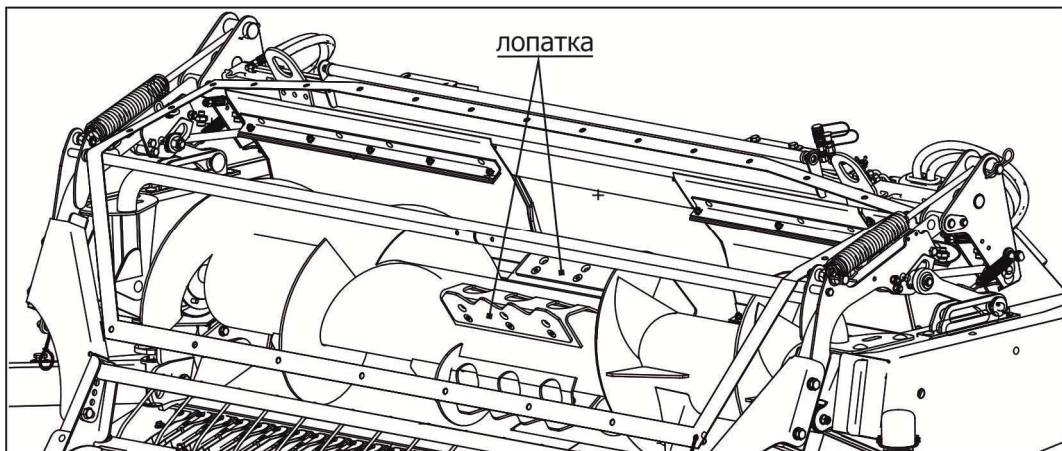

Рисунок 6.15
6.2.7.1 Для подачи зерновых с очень короткими стеблями, при необходимости, можно выдвинуть лопатки шнека во внешнюю сторону (см. рисунок 6.15). Для подачи материалов с более крупными стеблями задвинуть во внутреннюю сторону